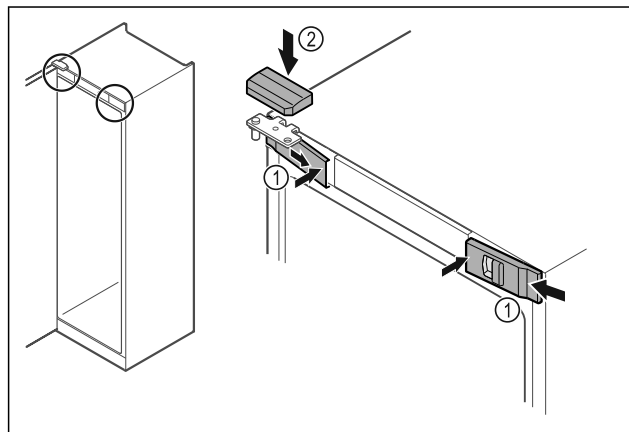

Fig. 37
- ▶ Acroșați apărătorile frontale Fig. 37 (1) lateral și fixați-le în poziție la interior.
- ▶ Fixați în poziție apărătoarea superioară Fig. 37 (2) de sus.